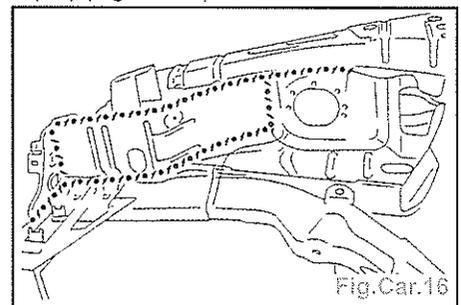

Fig.Car.16
- Appliquer un mastic à lisser au pinceau (A4) (Fig. Car.16).